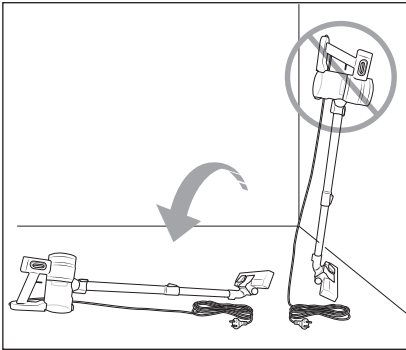

Bild 4
- ▶ Försök inte ställa dammsugaren upprätt om du vill stänga av eller släppa taget om den en stund. Placera i så fall dammsugaren i väggållaren **10** eller lägg den på golvet (se bild 4 och 5). Eftersom dammsugarens tyngdpunkt ligger så högt kan den annars välta och skadas och i vissa fall även skada andra föremål i närheten.